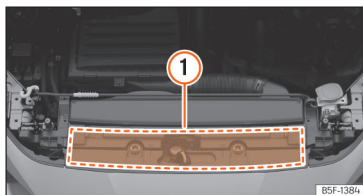

Fig. 232 No compartimento do motor: zona de localização da etiqueta de óleo do motor
>>> **Fig. 232** ①. Se utilizar o óleo do motor recomendado, é possível corrigir o nível do enchimento tantas vezes quantas forem necessárias.